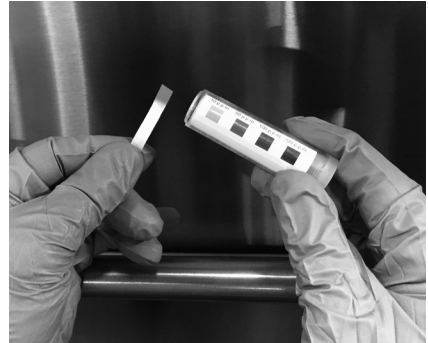

Fig. 11
3. Compare la tira de prueba con la escala de prueba suministrada con su kit de prueba (Fig. 11). Si el nivel de desinfectante está fuera de los límites (es decir, por debajo de 50 ppm o por encima de 100 ppm), ajuste la dosificación. Consulte la programación de la bomba de productos químicos (página 14), para obtener instrucciones de ajuste, o póngase en contacto con su proveedor de productos químicos.